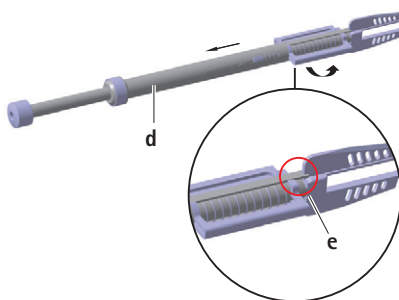

Fig. 3
- Encaixar a ranhura e no compartimento **d** na vareta do cinzel, ver Fig. 3.